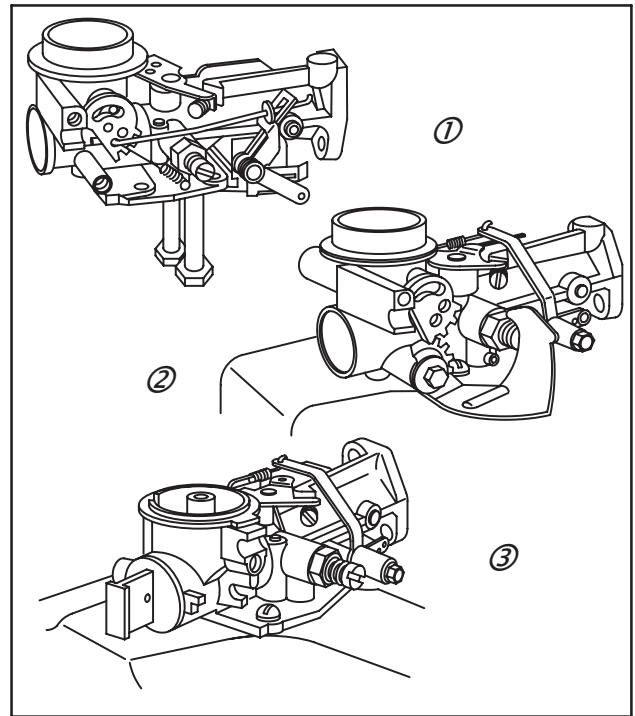

Fig. 59
Ces carburateurs Pulsa-Jet ont tous une vis de réglage combinée du gicleur principal et du ralenti, une pompe à essence intégrée et un starter manuel rotatif (2), manuel à tiroir (3), à distance ou Choke-A-Matic® (1), Fig. 59.